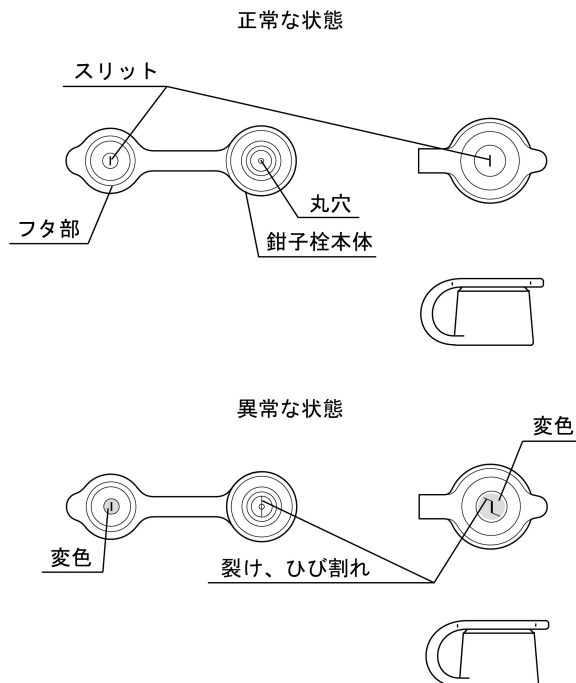

図2
- 10.鉗子栓のフタ部のスリットまたは鉗子栓本体の丸穴に裂け、ひび割れ、変形、変色などの異常がないことを目視で確認すること。（図2参照）